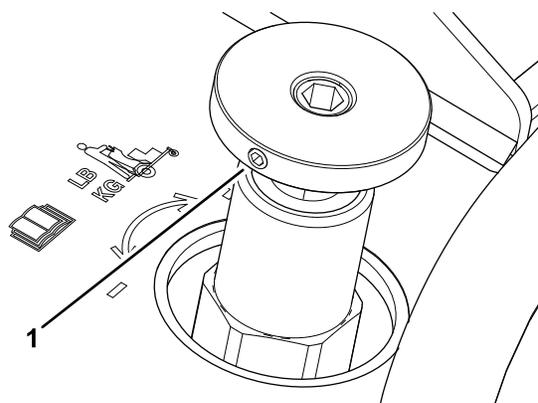

Figure 25
- Si la machine se soulève et que les roues ne touchent plus le sol, tournez le bouton de la commande de réglage du poids de l'utilisateur dans le sens antihoraire (Figure 25) pour abaisser la machine jusqu'à ce que les roues touchent le sol.